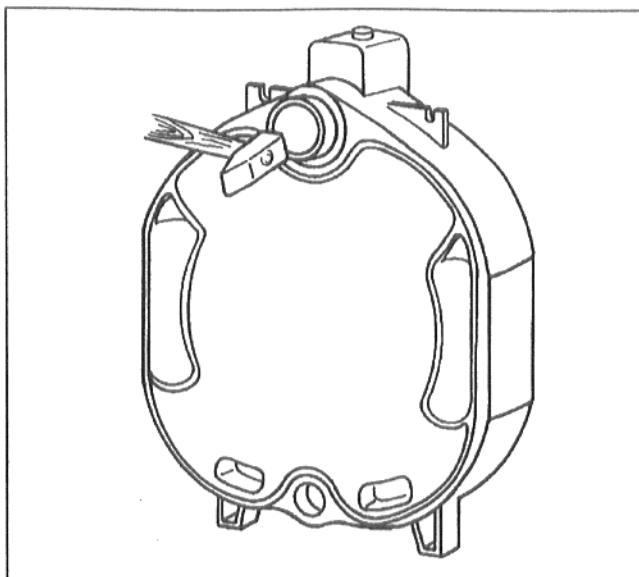

Рис. 11
- Вставить ниппели ровно в верхнюю (разм. 2, 119/50) и нижнюю (разм. 0, 57/50) ступицу задней секции и сильными ударами молотка забить крест накрест, при образовании заусенцев их следует удалить с помощью напильника (Рис. 11).